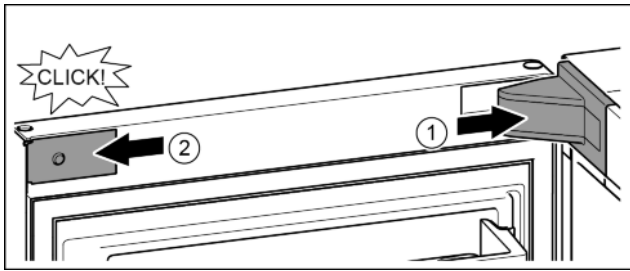

Fig. 24
- ▶ Helyezze fel és pattintsa be a csapágybak fedelét, szükség esetén óvatosan nyomja szét. Fig. 24 (1)
- ▶ Helyezze fel oldalra a lemezt, és pattintsa be. Fig. 24 (2)